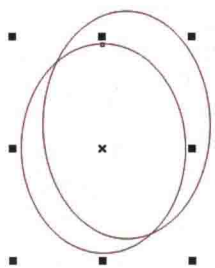
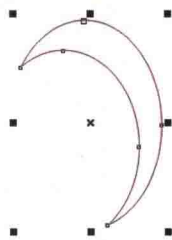

图1-13
图1-14
STEP 09 运用前面介绍的方法，绘制两个椭圆，调整其大小和位置，进行“后减前”操作，效果如图1-13和图1-14所示。